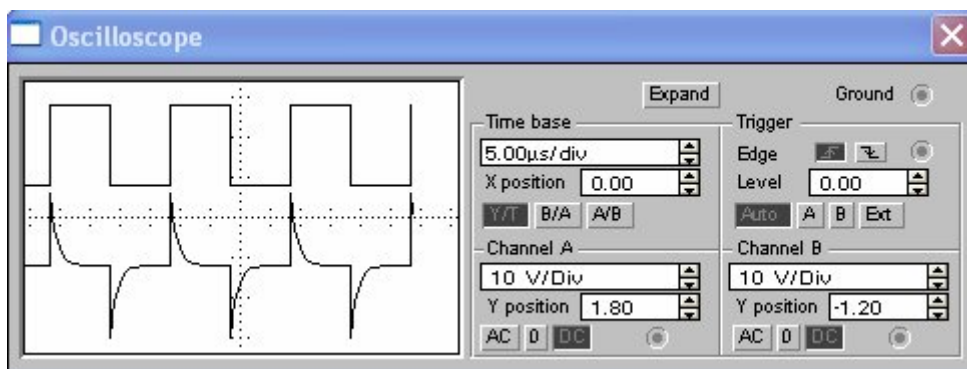

Рисунок 39 – Осциллограммы входного и выходного напряжения
5. Развернуть и настроить осциллограф, изменяя чувствительность и длительность развертки. Наблюдать входной сигнал и результат его обработки дифференцирующей цепью (рисунок 39)